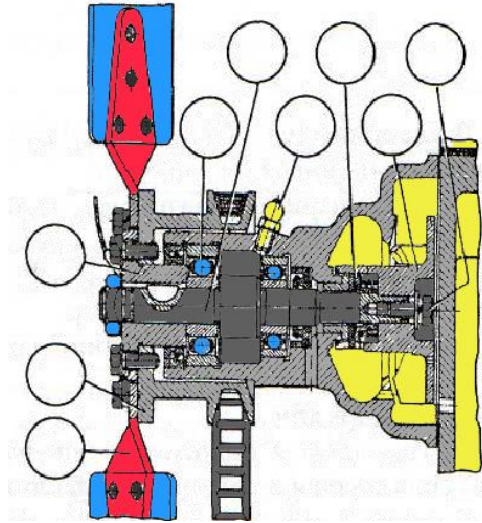

Рис. 6
8. Розгляньте будову рідинного насоса. На рис. 6 позначте: